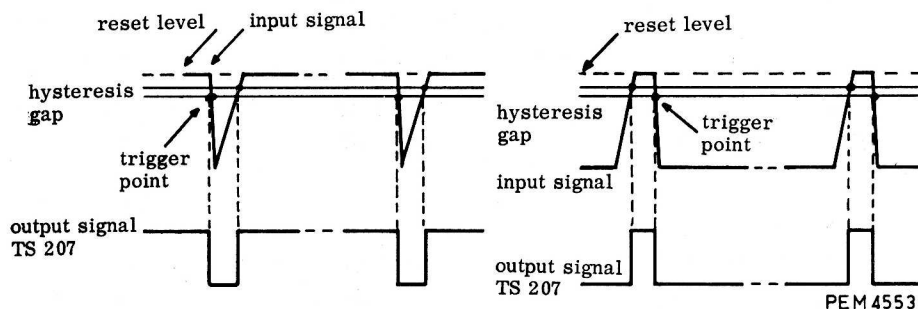

Fig. 9. Werking impulsvormer voor triggering (topwaarde)
- b. „TOP” In deze stand vindt niveauherstelling plaats van het aangeboden wisselspanningsgekoppelde signaal, waardoor triggering plaats vindt zoals in fig. 9 is aangegeven; links voor negatief-gaande signalen, rechts voor positief-gaande signalen, (trigger slope negatief). Indien het aangeboden signaal groot is ten opzichte van de hysteresis-gap zal in deze stand van SK 1 getriggerd worden nabij de toppen (positieve, dan wel negatieve) van het triggersignaal. De niveauherstelling vindt plaats door middel van C208 en TS204, die nu als diode fungeert.